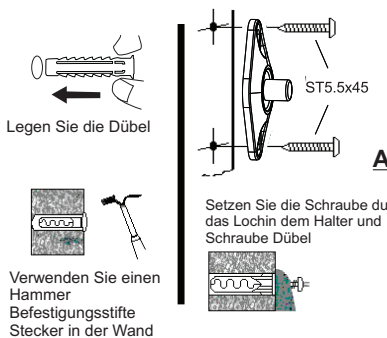

Abbildung 9
- Die Bohrungen im Beton oder Mauerwerk des Bohrers LKW mit einen Durchmesser von 7,9mm aufweisen. In den Bohrungen, legen Sie die beiliegende Dübel 8x40mm. Stellen Sie sicher, dass die Stifte in der Wand in einer solchen Art und Weise angeordnet sind, wie nicht von der Wand herausragen (Abbildung 9).
- Befestigen Sie die Halterung mit selbstbohrenden Schrauben 5,5x45 (Abbildung 9).